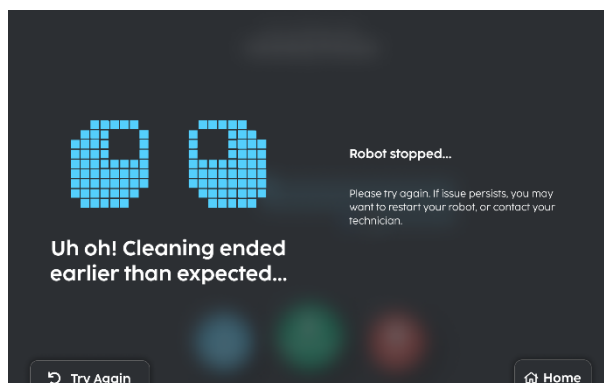

Fig. 10
9. En cas d'interruption du processus, l'écran « Cleaning Unsuccessful (Échec du nettoyage) » s'affiche (Fig 10).
2. Sélectionnez « Guide & Clean Mode (Mode Guide et Nettoyage) » ou « Perimeter Mode (Mode Périphérie) » (Fig2 ou Fig 10).